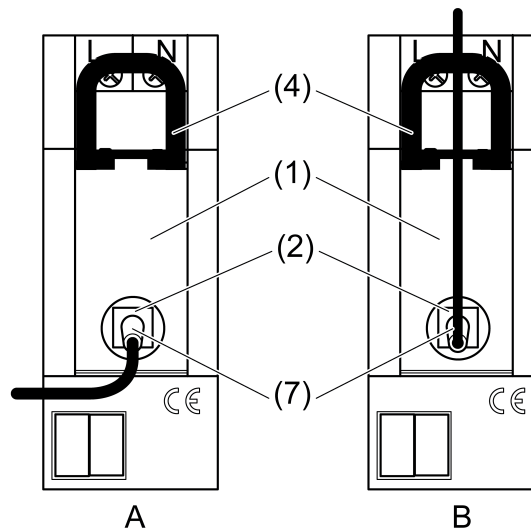

Figura 4
- Conectar la clavija de la antena (7) en la hembrilla SMB (2) del radioreceptor (1) (figura 4).
- Desbloquear la corredera negra (4) tirando del extremo del estribo hacia arriba y sacarla (figura 4).
- Conectar la clavija de la antena (7) en la hembrilla SMB (2).